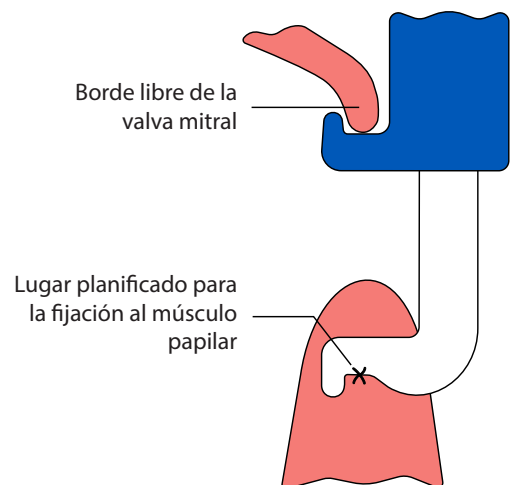

Figura 2:
- Utilice el control deslizante para extender el gancho papilar hasta el lugar planificado para la fijación al músculo papilar como se muestra en la Figura 2.